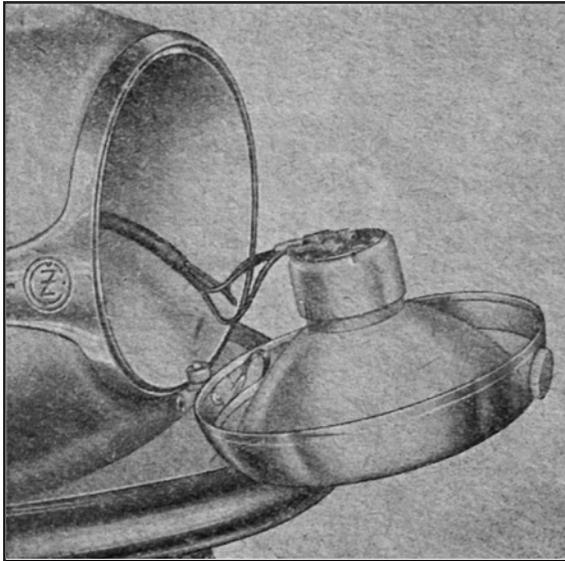

Abb. 39. Vergaser mit Regler und Schütze
8. AUSBAU DES VERGASERS (Abb. 39)